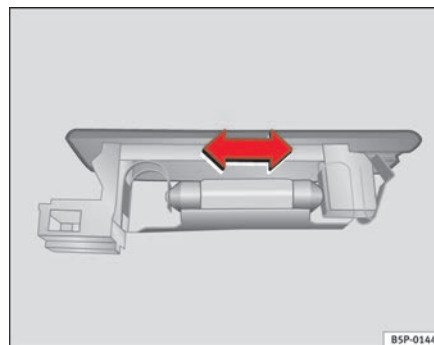

Abb. 193 Gepäckraumbeleuchtung
- Die Lampe zur Seite drücken und aus ihrer Halterung herausnehmen ⇒ Seite 275, Abb. 193. ■